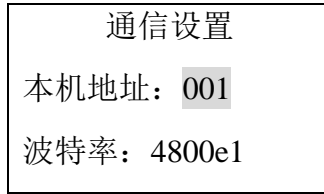

图 14
②“0~23”表示时间。
③打印和通信是共用 1 个接口(两项功能不能同时具备)。
f.通信设置（见图 14）